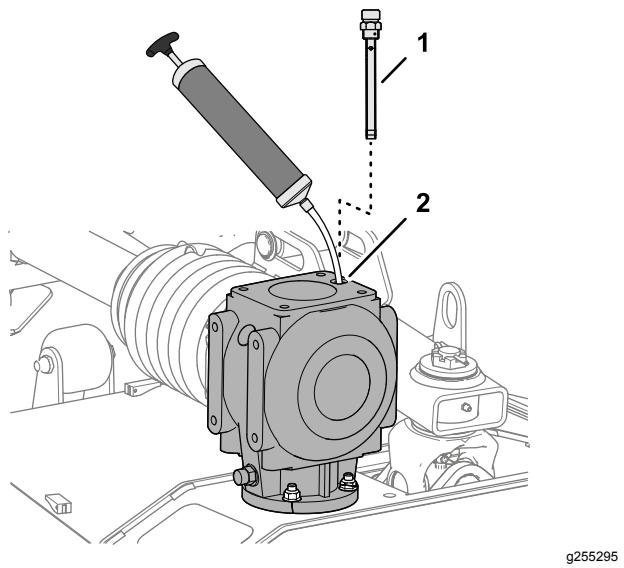

Figura 62
- Togliete l'asta di livello dalla parte superiore della scatola ingranaggi (Figura 62).
- Attraverso il foro dell'asta di livello, utilizzate una pompa di aspirazione per rimuovere il fluido dalla scatola ingranaggi (Figura 62).